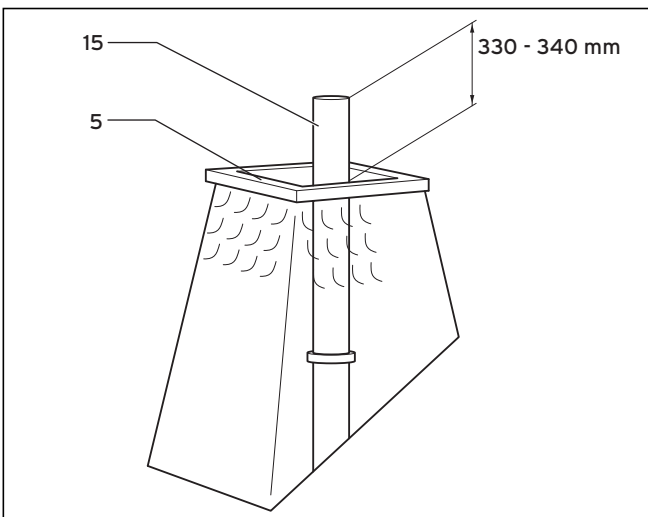

Bild 5.58 Kapa röret av rostfritt stål
- Kapa röret av rostfritt stål (15) enligt bild 5.58.
- Skjut in det rostfria röret (15) i anslutningsdelen (3).